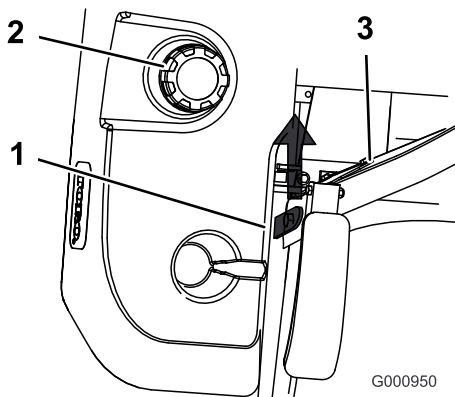

Figura 27
3. Levante el asiento. Esto le permitirá acceder a la parte de la máquina que queda por debajo del asiento (Figura 27).